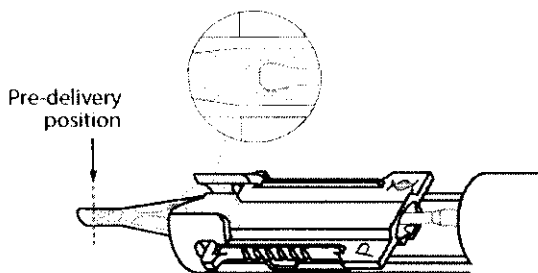

Figura 11
11. Si se confirma que la lente quedó debidamente cargada, colocar el cartucho en la pieza de mano y deslizarlo completamente hacia adelante hasta que alcance la ranura de la pieza de mano. Empujar suavemente el émbolo para que enganche la lente. **Es MUY IMPORTANTE que compruebe visualmente que el émbolo ha enganchado la lente en la unión del háptico posterior entre los hápticos y que la lente se puede empujar lentamente y sin problemas tal y como se muestra en la imagen ampliada de la Figura 11.** Empujar el émbolo lentamente hacia adelante hasta que las roscas del pulsador entren en contacto con el cilindro de la pieza de mano. Girar lentamente el pulsador de la pieza de mano hasta que las roscas queden enganchadas y continuar empujando el pulsador en el sentido de las agujas del reloj dando medio giro.
12. Inmediatamente antes de insertar la punta de la cánula a través de la incisión, se puede empujar lentamente la lente hacia adelante hasta que esté colocada en la posición previa a la implantación, tal y como muestra la flecha de la Figura 11. Los hápticos guía deberían quedar situados a una distancia de al menos 1 mm de la salida de la punta de la cánula. Es de esperar que se produzca poca resistencia conforme la lente avanza. Ninguna de las partes de la lente deberá sobresalir por encima de la punta de la cánula del cartucho antes de la realización de la inserción a través de la incisión.